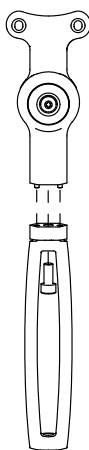

Figura 4.
4. Alinee la pata de repuesto con la base mediante los pasadores de alineación. **Consulte la figura 4.**
5. Rosque el fijador nuevo proporcionado a través de la parte superior de la pata y al interior de la base utilizando la llave hexagonal de 5 mm que aparece en la **figura 4**. Apriete el fijador a 6,0 N-m (134,62 cm-lbf).